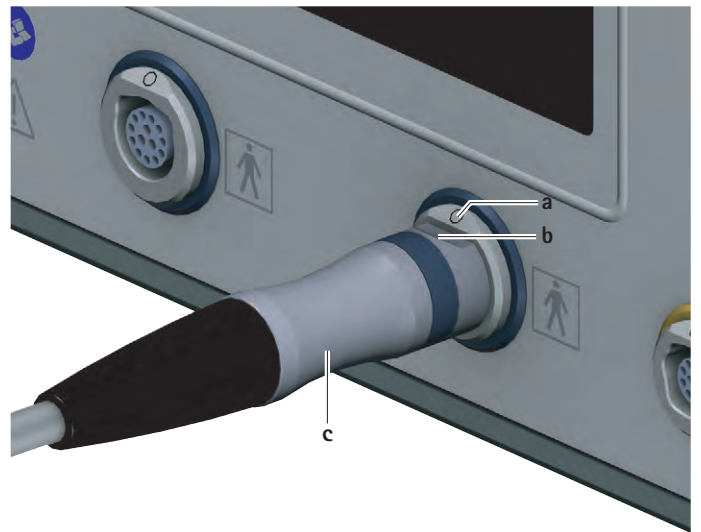

Abb. 3 Motorkabel anschließen
- ▶ Stecker für Steuereinheit **c** am Motorkabel so ausrichten, dass die Markierung **b** auf dem Stecker mit der Markierung **a** auf der Anschlussbuchse für Anwendungsteile **7** übereinstimmt, siehe Abb. 3.
- ▶ Motorkabel am Stecker für Steuereinheit **c** aus der Anschlussbuchse für Anwendungsteile **7** ziehen, siehe Abb. 3.